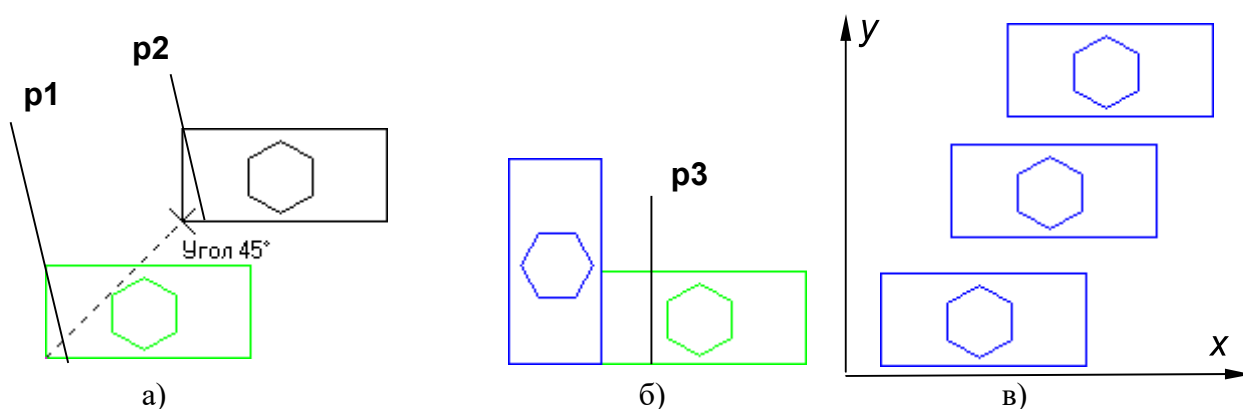

Рис. 4.3. Примеры использования команд сдвига и копирования объектов
- 3) указать положение базовой точки **p1** (рис. 4.3а);
- 4) указать новое положение базовой точки **p2** (рис. 4.3а);
- 3) указать положение базовой точки **p3**, относительно которой осуществляется поворот фрагмента (рис. 4.3б);
**Копирование**. Копирование осуществляется смещением копии по осям **x** и **y** (рис. 4.3в).